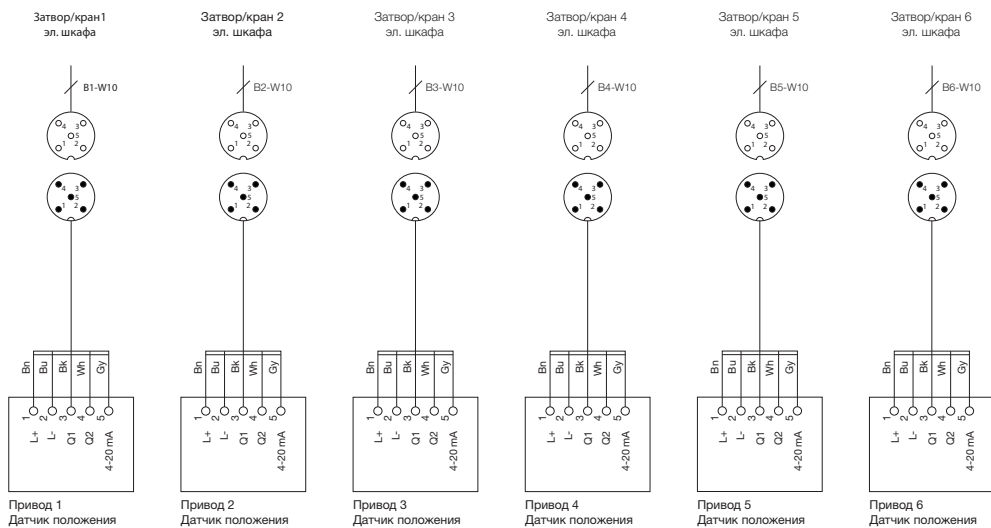

Рис.10. Подключения датчика положения
6. Подключите к шкафу управления сигнальные кабели датчиков положения (1) в нужные разъемы. См. рис.10.
Сигнальные кабели датчика положения подключаются к 5-контактным разъемам M12, предусмотренным в электрическом шкафу Hydrox HCU Remote. Эти кабели соответствуют стандартным проводам датчиков от соединителей M12, как показано на рис. 10 и в таблице 11.